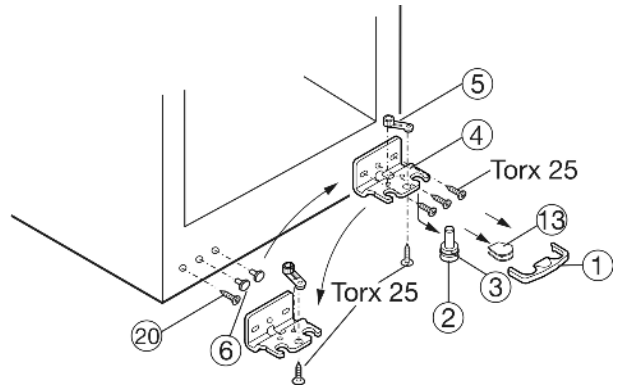

Fig. 4
- ▶ Enlever le dispositif Fig. 4 (1) d'arrêt en le tirant vers l'avant.
- ▶ Enlever le cache Fig. 4 (13) en le tirant vers le bas.\*
- ▶ Enlever le pivot Fig. 4 (2) vers le bas et vers l'avant. Ce faisant, respecter la douille de charnière Fig. 4 (3).
- ▶ Dévisser la charnière Fig. 4 (4).
- ▶ Dévisser l'élément pivotant Fig. 4 (5) et le replacer dans le logement opposé de la charnière, le revisser ensuite.
- ▶ Retirer le bouchon Fig. 4 (6) côté poignée avec précaution et le repositionner sur le côté opposé.
- ▶ Retirer la vis Fig. 4 (20) et la revisser sur le côté opposé.
- ▶ Visser la charnière Fig. 4 (4) sur sa nouvelle face (**avec un couple de serrage 4 Nm**) utiliser le cas échéant une visseuse sans fil pour un bon vissage.
- ▶ Basculer l'appareil légèrement vers l'arrière et replacer les pivots d'appui Fig. 4 (2) avec les douilles de charnière Fig. 4 (3). L'encoche du pivot doit être orientée vers l'avant.
- ▶ Mettre le cache Fig. 4 (13) sur le côté opposé.\*
- ▶ Le dispositif d'arrêt (1) doit s'enclencher latéralement sur la charnière afin de protéger les pivots d'appui et la porte.
- ▶ Replacer le dispositif d'arrêt (1) sur la charnière.
- ▶ Aligner éventuellement la porte par rapport aux deux trous oblongs du support d'appui Fig. 4 (4) pour qu'elle affleure avec l'habillage de l'appareil. Pour cela, dévisser les vis centrales.